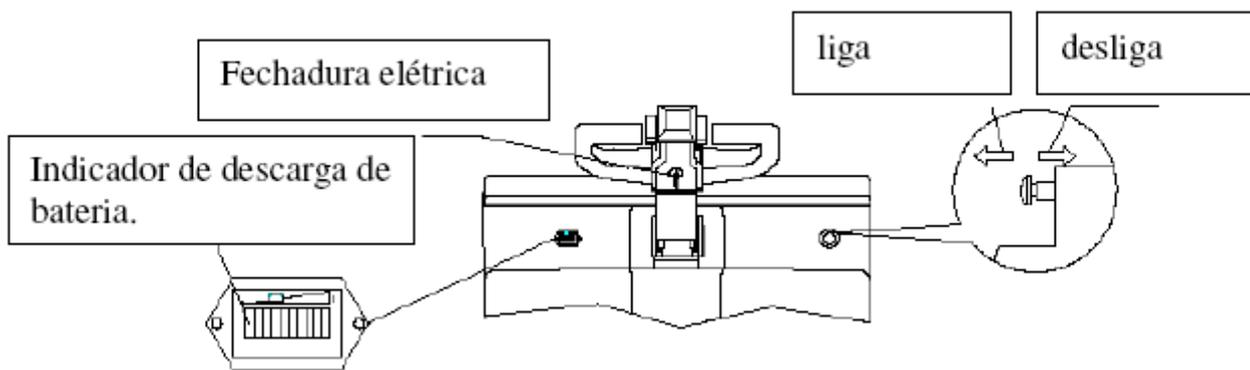

Fig. 1
6.3. Verifique se existe energia elétrica nas baterias com o método indicado na Fig. 1. Puxe a chave geral de energia para ligar. Ligue a chave liga/desliga no timão/painel, verifique o indicador de bateria no painel de instrumentos da empilhadeira. Se o indicador de bateria estiver indicando carga baixa, indica que não há nenhuma energia elétrica na bateria e a recarga deverá ser conduzida imediatamente. É proibido operar a empilhadeira sem energia elétrica, pois isso reduzirá muito a vida útil das baterias e até mesmo danificá-las.